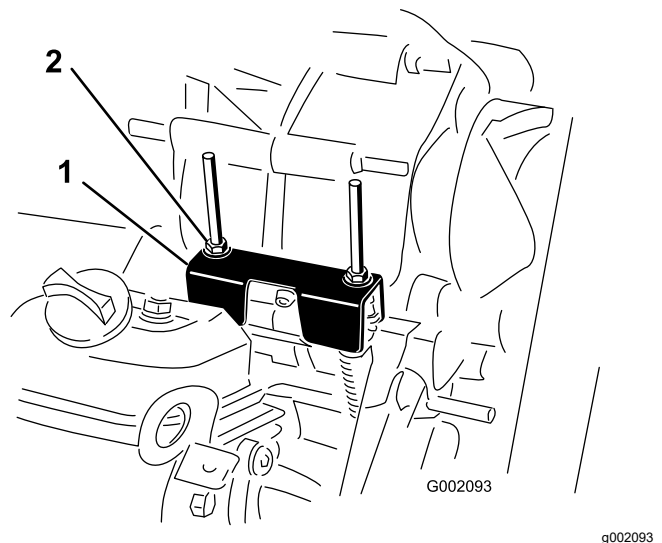

Bild 58
Wenn Sie regelmäßige Wartungsarbeiten und/oder eine Motordiagnostik durchführen, müssen Sie das Getriebe in den LEERLAUF schalten (Bild 58). Der Ganghebel der Maschine hat eine NEUTRAL-Stellung, die den Leerlauf des Getriebes festlegt. Treffen Sie die folgenden Maßnahmen, um sicherzustellen, dass der Ganghebel in der Leerlaufstellung die Antriebsachse auch richtig auf Leerlauf schaltet:
2. Stellen Sie sicher, dass die Leerlaufhalterung in der NEUTRAL-Stellung ist (mit der Kabelbefestigungshalterung unter der Ganghalterung nivelliert), indem Sie die Antriebskupplung drehen (Bild 58).
3. Drehen Sie eine der Sicherungsmuttern (Bild 58), um einen Abstand von 0,762 mm bis 1,524 mm zwischen der Unterseite der Mutter bzw. Scheibe und der Leerlaufhalterung zu erhalten.